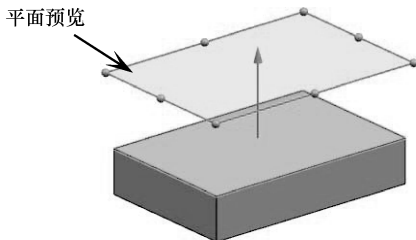

图 1-45 新基准平面预览
- 04 在【偏置】选项区的【距离】数值框中输入 50。按下【Enter】键以预览，如图 1-45 所示。